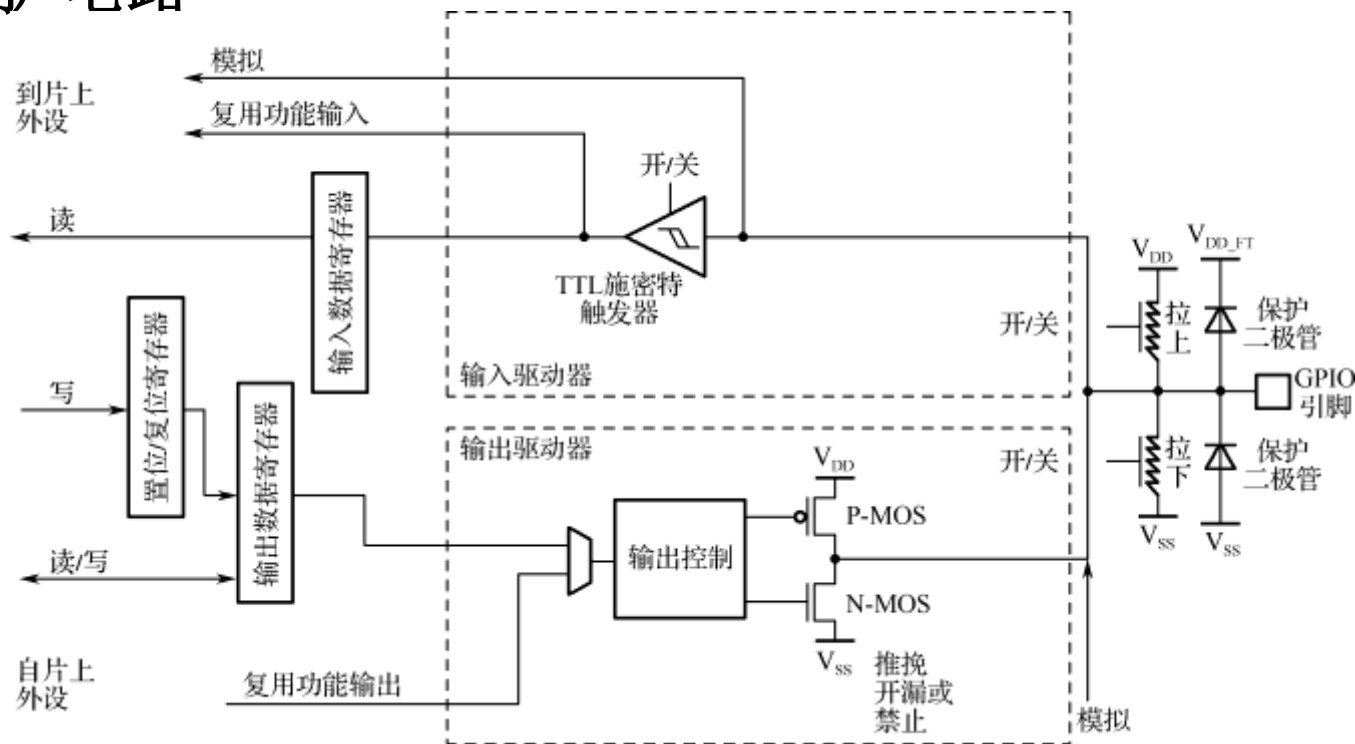

图5-1 GPIO引脚的内部构造图
**GPIO**引脚的内部构造图如图5-1所示，每个**GPIO**相互独立，包括输入驱动器、输出驱动器、上拉/下拉控制电路和**5V**耐压保护电路